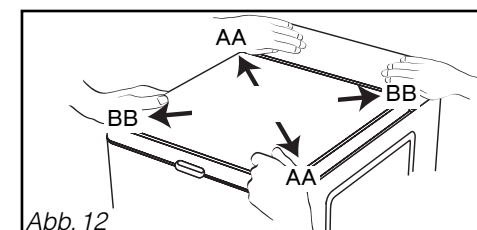

Abb. 12
- Durch diagonale Druckeinwirkung auf den Deckel die Stabilität der Maschine prüfen (Richtung AA, anschließend Richtung BB) (Abb. 12). Die Maschine darf sich nicht bewegen.